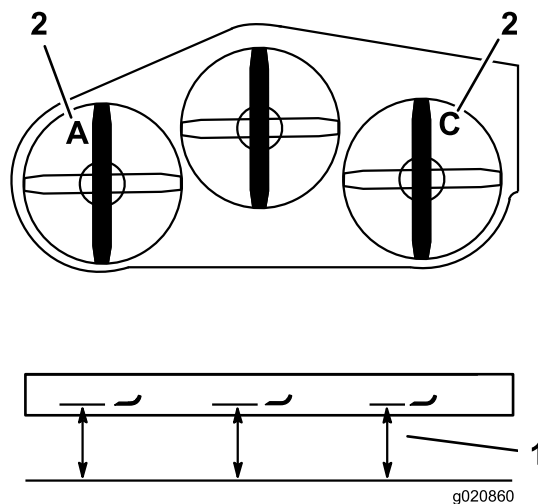

Bild 85
3. Messen Sie das linke Messer an der Stelle A von einer ebenen Oberfläche bis zur Schnittkante der Messerspitze und notieren Sie den Wert (Bild 85).
4. Messen Sie das rechte Messer an der Stelle C von einer ebenen Oberfläche bis zur Schnittkante der Messerspitze und notieren Sie den Wert (Bild 85).
7. Stellen Sie die Einstellschrauben in den Jochen an den Stellen A und C ein, um die richtige Höhe zu erhalten (Bild 85).
3. Messen Sie das rechte Messer an der Stelle C von einer ebenen Oberfläche bis zur Schnittkante der Messerspitze und notieren Sie den Wert (Bild 85).